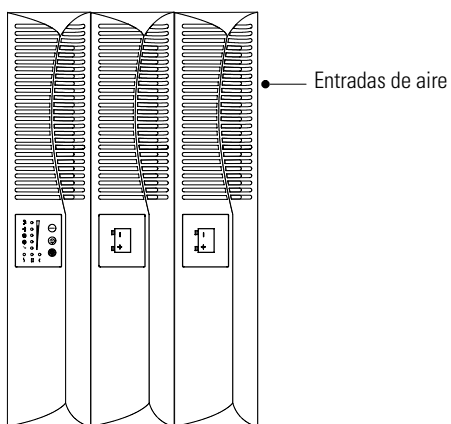

Figura 8. Configuración de la torre del SIE con EBM
6. Coloque cuidadosamente el gabinete en forma vertical (consulte la Figura 8). Las entradas de aire deben estar en la parte superior de la unidad cuando se coloca en forma vertical.